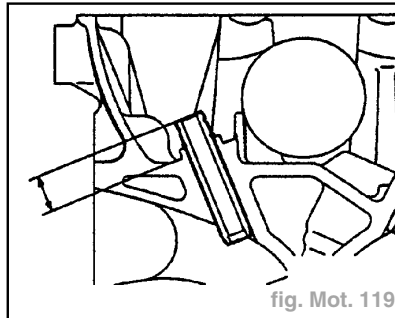

fig. Mot. 119
- Introduire le guide de soupape à la presse jusqu'à ce que le dépassement mesuré au-dessus du plan supérieur de culasse soit de **14,0 mm** (sur SOHC) et de **17,5 mm** (sur DOHC) (fig. Mot. 119).